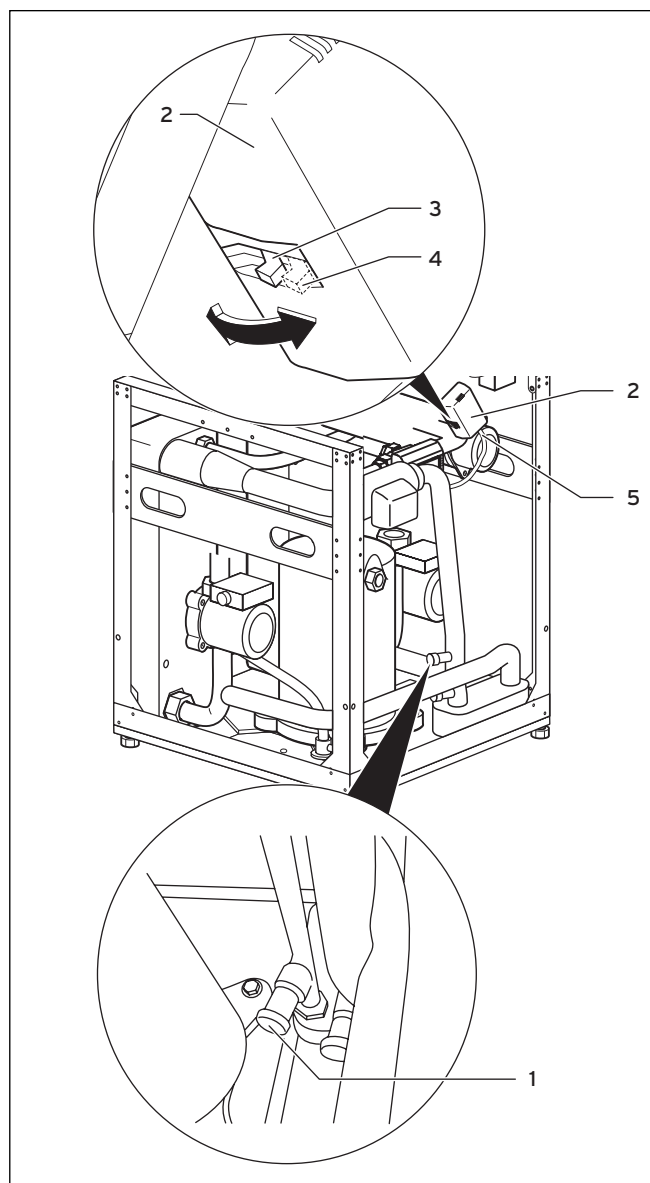

Abb. 6.2 3-Wege-Umschaltventil und Füll- und Entleerventil des Heizkreises
- Befestigen Sie das freie Ende des Füllschlauchs am Füll- und Entleerventil des Heizkreises (Abb. 6.2, Pos. 1).
- Drücken Sie den weißen Umschalthebel (3) am Motorkopf des 3-Wege-Umschaltventils Kühlung (2) bis zum Einrasten in seine Mittelstellung.
Die Stellung des weißen Schalters am Motorgehäuse des 3-Wege-Umschaltventils Kühlung muss nun in Ausgangsposition (Abb. 6.2, Pos. 4) stehen.